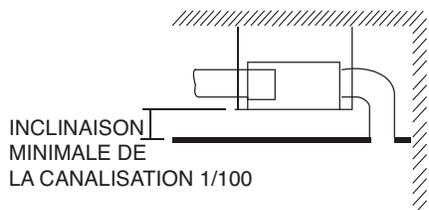

Figure 4 — Installation du faux plafond
- Prévoyez suffisamment d'espace dans le faux plafond pour l'installation et l'entretien (voir fig. 4).